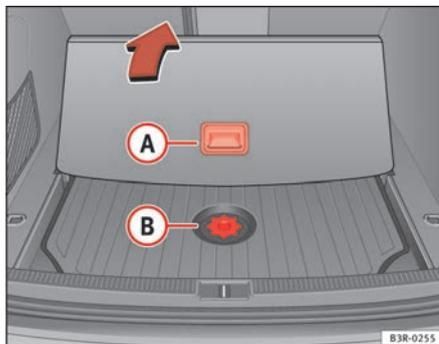

Fig. 185 Accès à la boîte à outils et au cric
- Repoussez le cache du plancher de chargement à l'aide de la poignée **A** ⇒ fig. 185.
- Dévissez la vis de fixation du cache **B** ⇒ fig. 185.